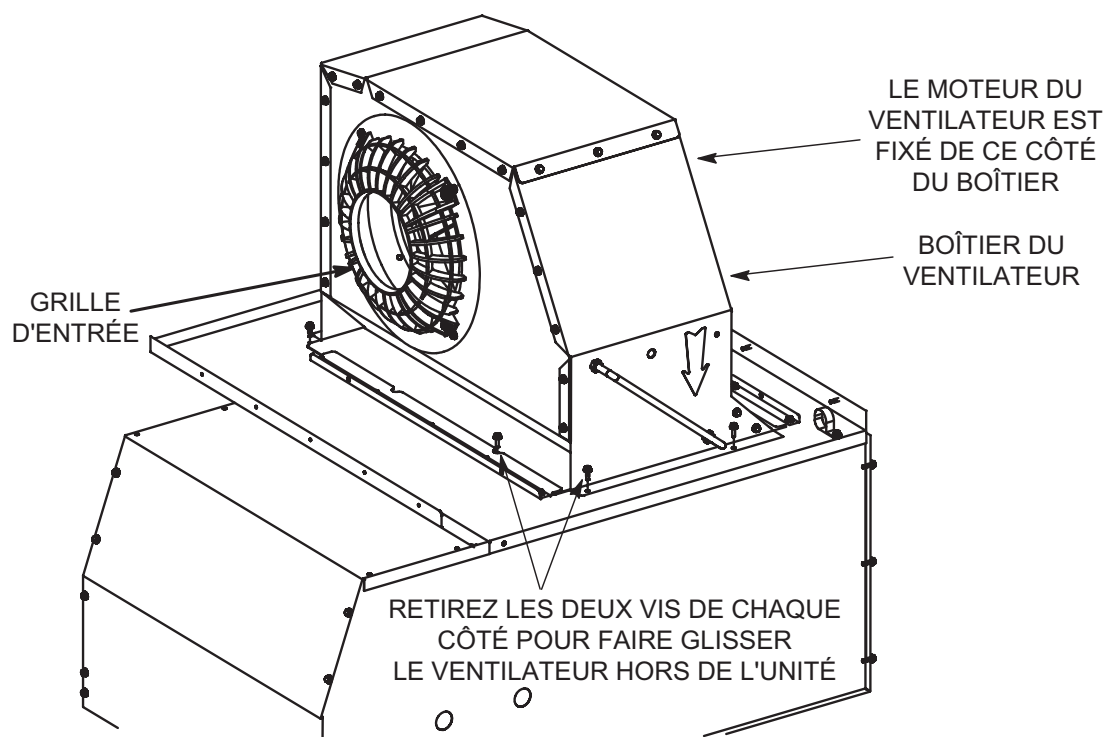
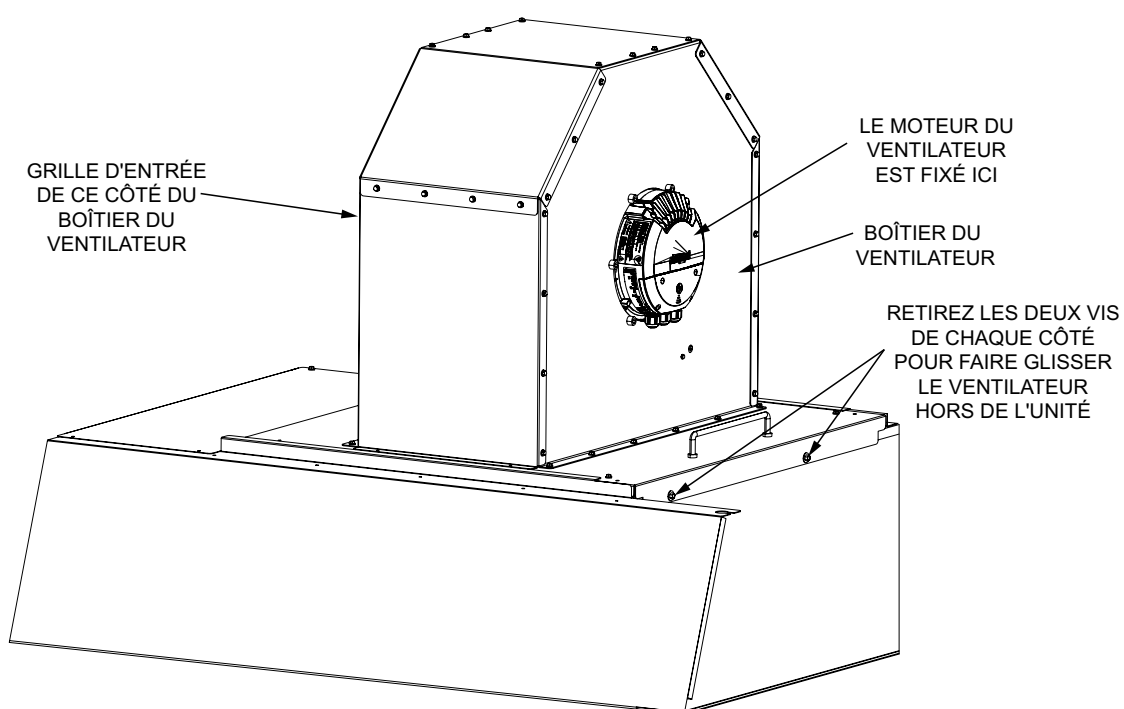

FIGURE 28
FIGURE 29
- 2 - Retirez et conservez les vis situées à l'avant et de chaque côté du boîtier du ventilateur. Tirez la cadre vers l'extérieur de l'unité. Voir la FIGURE 28, la FIGURE 29 et la FIGURE 30.